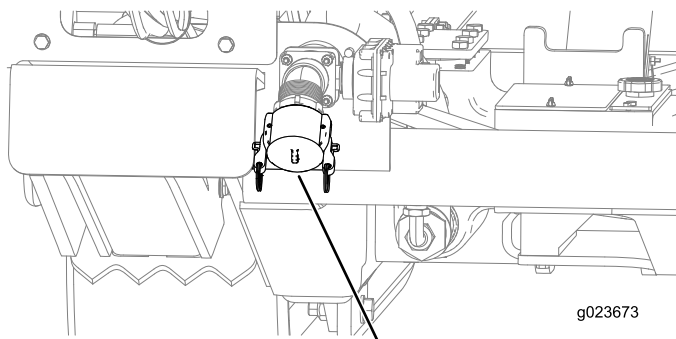

Bild 125
- B. Stellen Sie sicher, dass der Deckel am Zulauf der Bohrflüssigkeitspumpe angebracht ist (Bild 125).